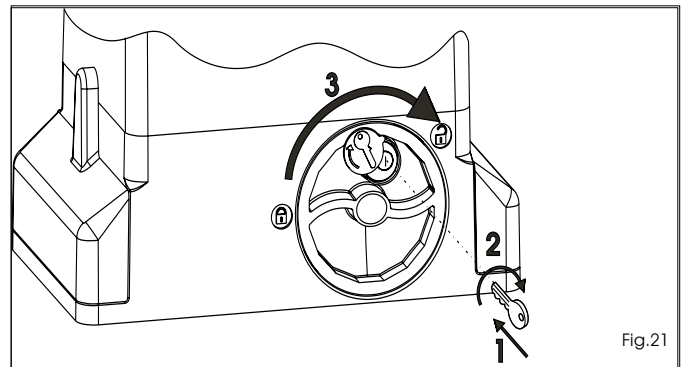

Fig.21
- 1) Inserte la llave suministrada y gírela en sentido horario como se indica en la Fig.21 ref.1 y 2.
- 2) Gire el sistema de desbloqueo en sentido horario hasta el bloqueo mecánico, Fig.21 ref.3.